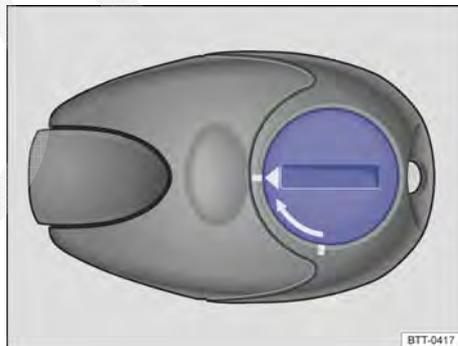

Fig. 108 Aquecimento estacionário: cobertura da bateria do controle remoto.
- Girar a fenda com uma ferramenta obtusa, plana, por exemplo, uma moeda, no sentido contrário ao da seta, até a marcação → Fig. 108.